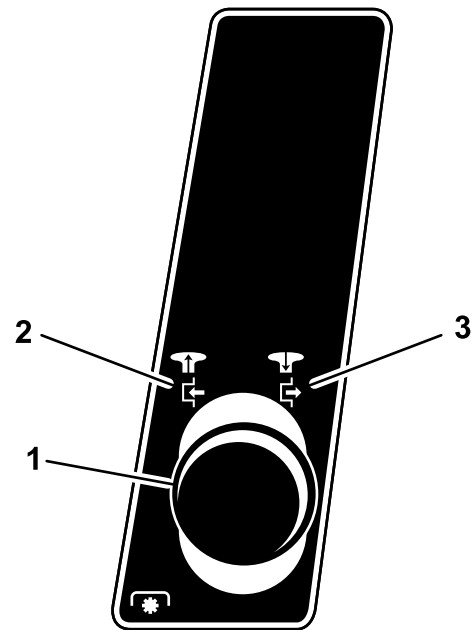

Figura 12
4. Desengrane las cuchillas (TDF). Consulte Figura 12.